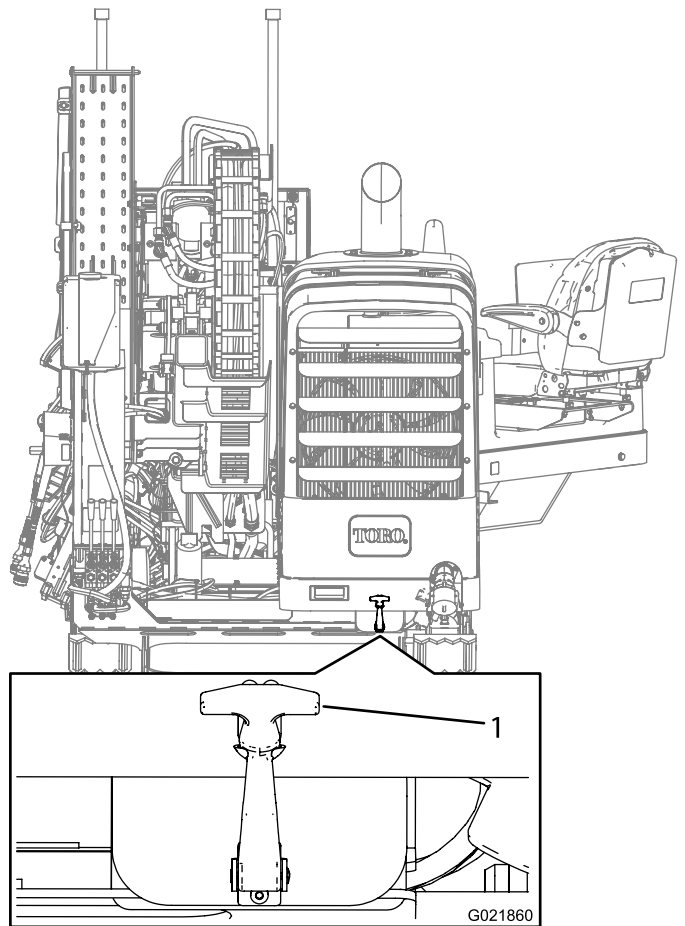

**Figura 96**
3. Levante a maçaneta como mostrado na Figura 96.